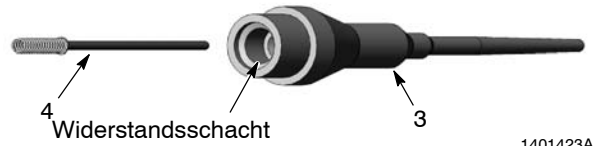

Abb. 18 Widerstand aus dem Halter nehmen
6. Siehe Abbildung 18. Den Widerstand (4) vom Widerstandshalter (3) abnehmen. Widerstandshalter reinigen.
2. Siehe Abbildung 18. Etwa 0,6 ccm nicht leitendes Fett in den Widerstandsschacht drücken.